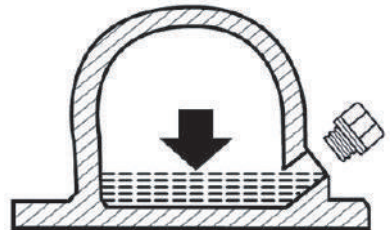

РИС. 20
8. После заправки убедитесь, что уровень масла соответствует нижней кромке контрольного отверстия (Рис. 20). При необходимости долейте масло.